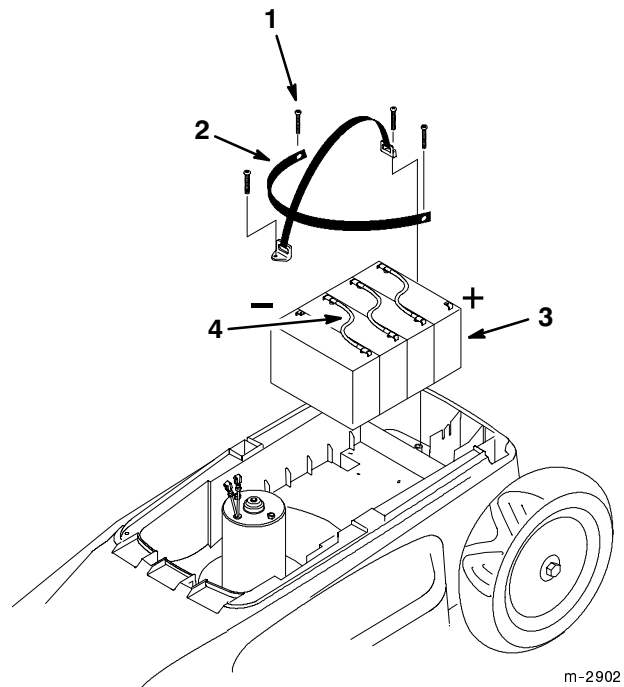

Figure 25
4. Retirer les vis de la courroie de fixation de la batterie (Fig. 25).
5. Débrancher les fils des bornes positive et négative de la batterie (Fig. 25).
6. Retirer les trois fils de connexion de la batterie et les jeter à la poubelle (Fig. 25).
- Mettre la batterie neuve en place dans la tondeuse de telle sorte que les fils négatifs se trouvent du côté droit et les fils positifs du côté gauche de la tondeuse (Fig. 25).
- Connecter les fils positifs et négatifs aux bornes de batterie (Fig. 25).
- Immobiliser la batterie à l'aide de la courroie de fixation (Fig. 25).